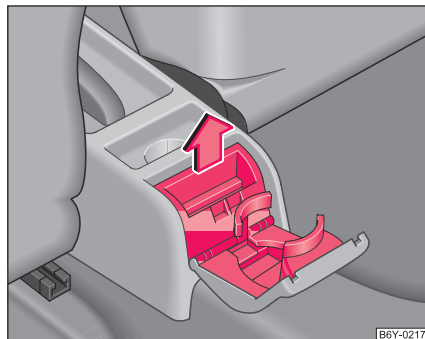

Fig. 66 Consola centrală: Scrumiera din spate
- Ridicați capacul scumierei și trageți scumiera în sus, în direcția săgeții ⇒ Fig. 66.